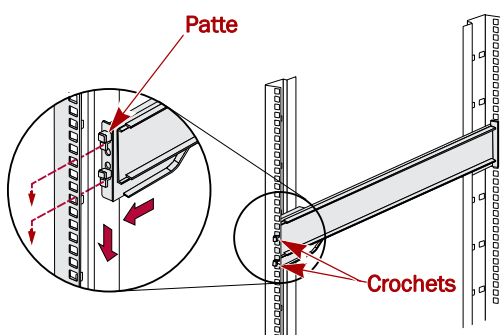

Figure 5. Montage avant du rail
1. Vissez le **rail externe gauche** sur le rack (Figure 5) :